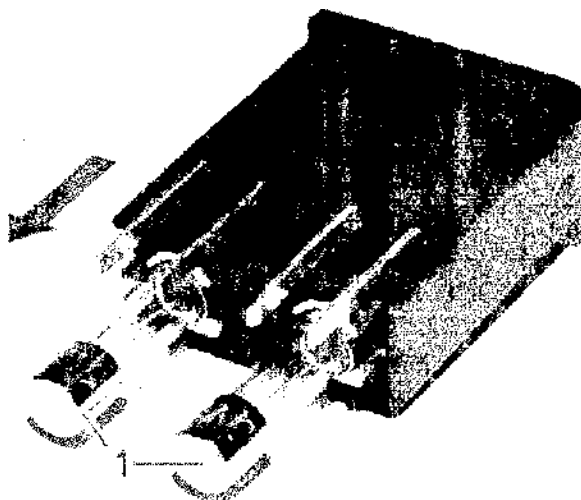

Рис. 90: Извлечение плавких предохранителей
4. Извлечь плавкие предохранители (рис. 90/1) из устройства крепления.